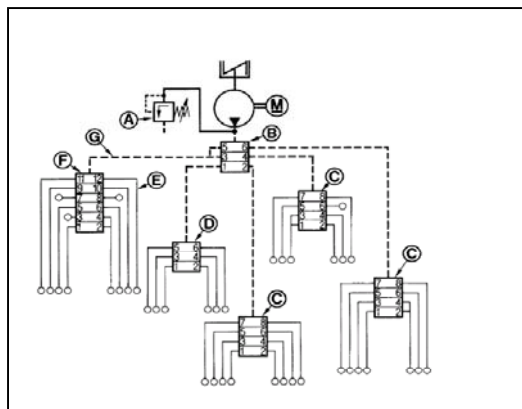

Рис.26 Прогрессивная система
- * Основной распределитель (B, Рис.26) и вспомогательные (C, D, F) соединены между собой при помощи трубопровода высокого давления (G). Тем самым образуется принудительное соединение всех элементов с насосом в общую систему, которая называется прогрессивной системой смазки.